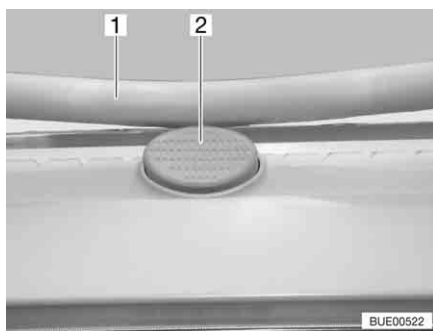

Bild 77 Låsknapp på Heki-takluckan
- Tryck på låsknappen (Bild 77,2) och dra ner bygel (Bild 77,1) med båda händerna.
- Tryck bygel uppåt med båda händerna tills bygel ligger ovanför låsknappen (Bild 77,2).
- Tryck på låsknappen (Bild 77,2) och dra ner bygeln (Bild 77,1) med båda händerna.